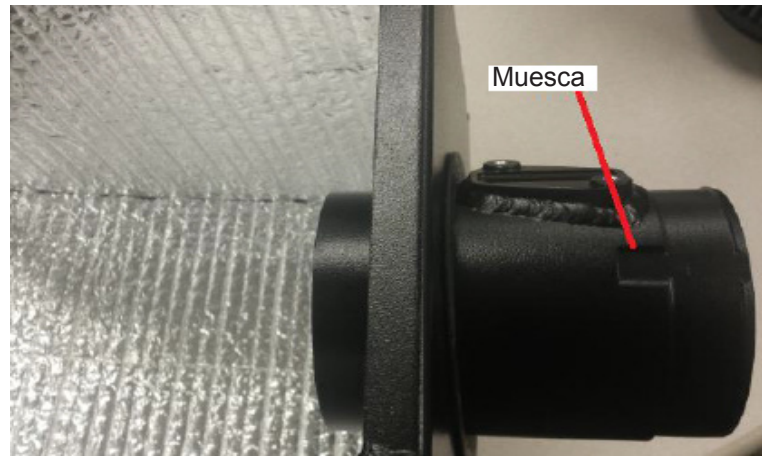

Figura 5
- Instale el tubo MAF en el orificio en la caja desde el exterior. Instale el tubo de forma que la ranura esté apuntando hacia arriba como se muestra en la Figura 5.